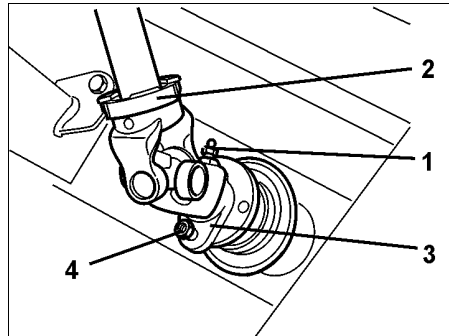

Fig. 56
- Die lose mitgelieferten **Schrauben 8 x 30, DIN 931, 8.8** sind **Ersatzscherschrauben** (Fig. 56/4) zur Befestigung der Aufsteckgabel der Gelenkwelle am Flansch der Getriebeeingangswelle. Gelenkwelle stets mit Fett auf Getriebeeingangswelle aufstecken.